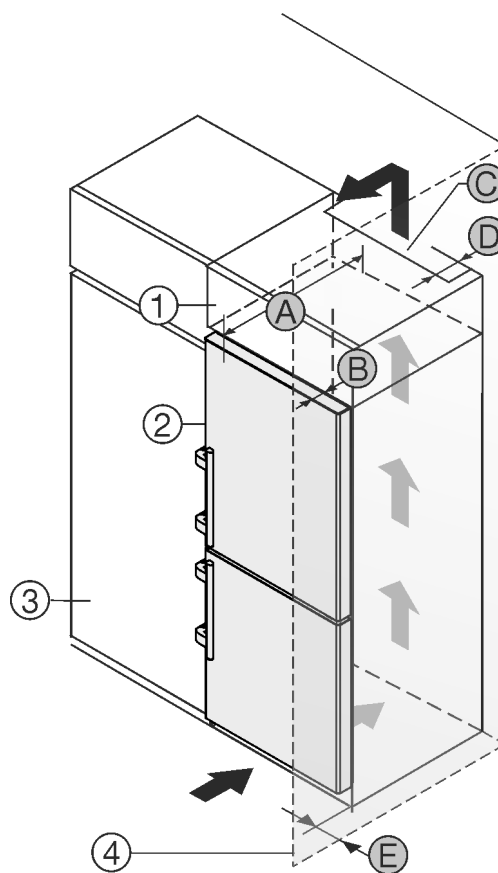

Fig. 51
Het apparaat kan in keukenkasten worden ingebouwd. Om het apparaat *Fig. 51 (2)* aan de hoogte van het keukenblok aan te passen, kan boven het apparaat een opzetkast *Fig. 51 (1)* worden aangebracht.
Het apparaat kan direct naast de keukenkast *Fig. 51 (3)* worden geplaatst. Om de deuren volledig te kunnen openen, moet het apparaat overeenkomstig de diepte *Fig. 51 (B)* t.o.v. het keukenkastfront uitsteken. Afhankelijk van de diepte van de keukenkast en het gebruik van de wandafstandhouders kan het apparaat verder uitsteken.
- Aan de achterzijde van de opzetkast moet een luchtafvoerkanaal met de diepte *Fig. 51 (D)* over de volledige breedte van de opzetkast aanwezig zijn.
- Onder het plafond moet de ventilatiedoorsnede *Fig. 51 (C)* worden aangehouden.
Wanneer het apparaat met de scharnieren naast een wand *Fig. 51 (4)* wordt geplaatst, moet de afstand *Fig. 51 (E)* tussen apparaat en wand worden aangehouden. Dit komt overeen met de uitsteekmaat van de handgreep bij geopende deur.